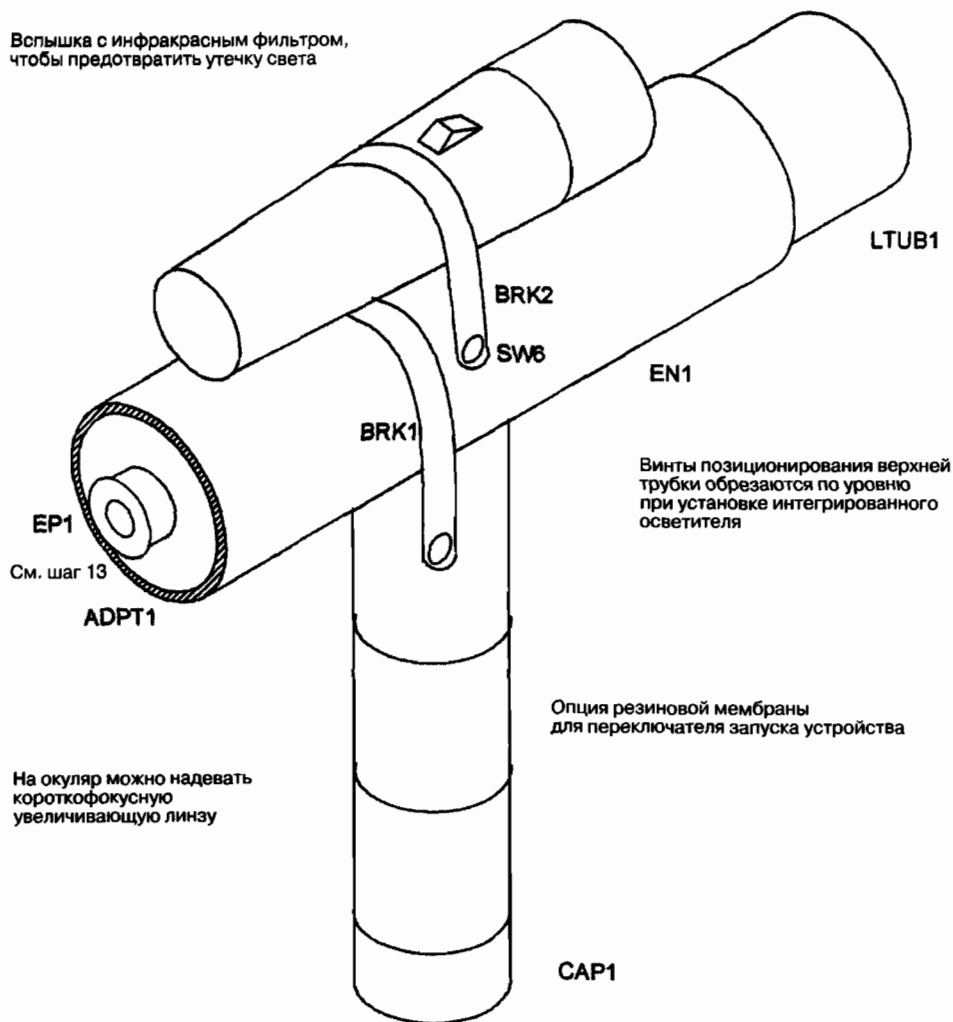

Рис. 23.5. Общий вид устройства после сборки
12. Наконеч, завершите сборку устройства, как показано на рис. 23.5, установите источник инфракрасного фильтрованного света. Вы должны предотвратить утечку света, используя герметик или другие средства.